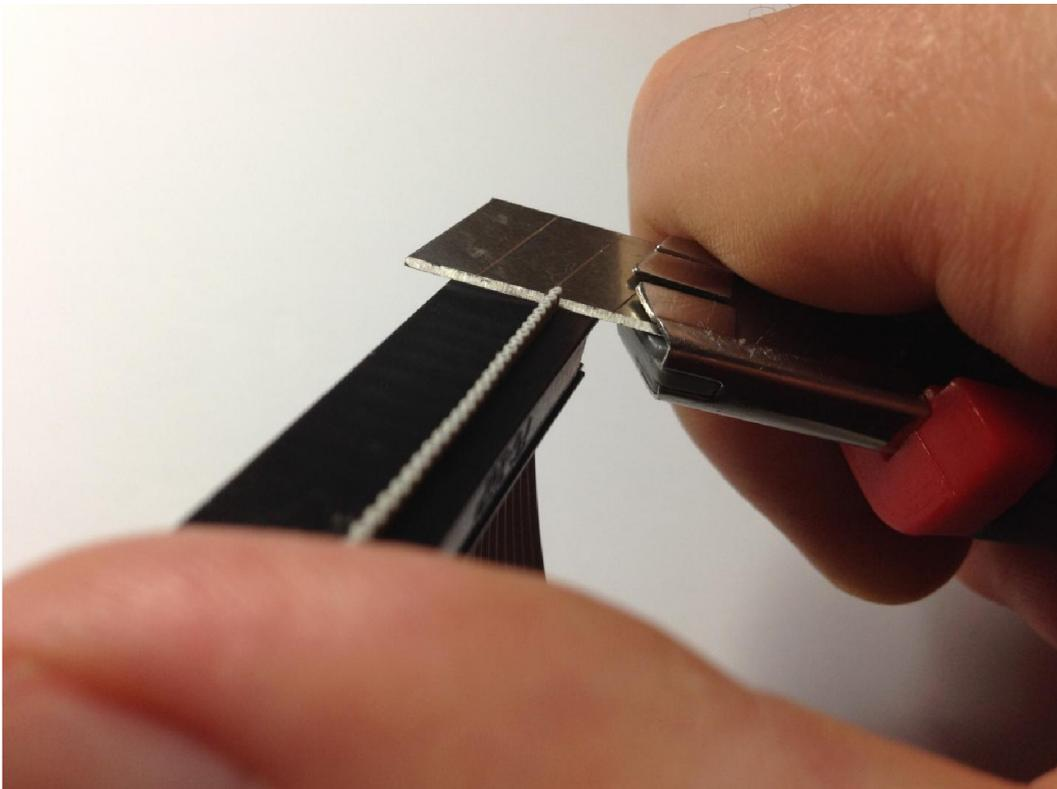

Bild 21
7.5. Das überstehende Stück Kabel bündig, mit einem Cutter Messer, vorsichtig wegschneiden, (Bild 21).....